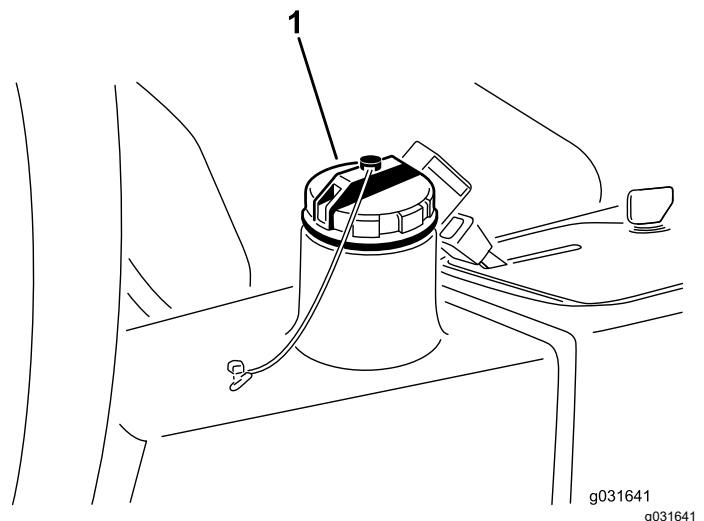

Bild 66
4. Füllen Sie den Behälter (Bild 66) mit ca. 13,2 Liter Hydrauliköl, siehe Hydrauliköl – technische Angaben \(Seite 58\) und Prüfen des Hydraulikölstands \(Seite 58\).